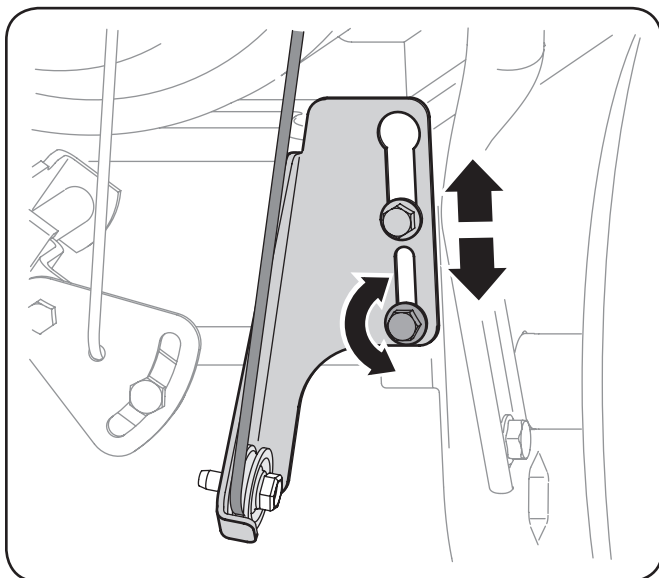

Figure 6-10
2. Desserrez le boulon inférieur sur le support du câble de transmission. Voir Figure 6-10.